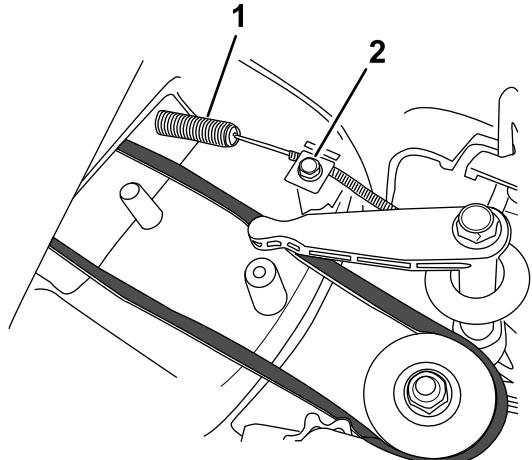

Figura 34
4. Installate il nuovo cavo del freno della lama, ma non serrate il serrafile sulla scocca del tosaerba (Figura 34).
5. Allentate la vite del serrafile (Figura 34).